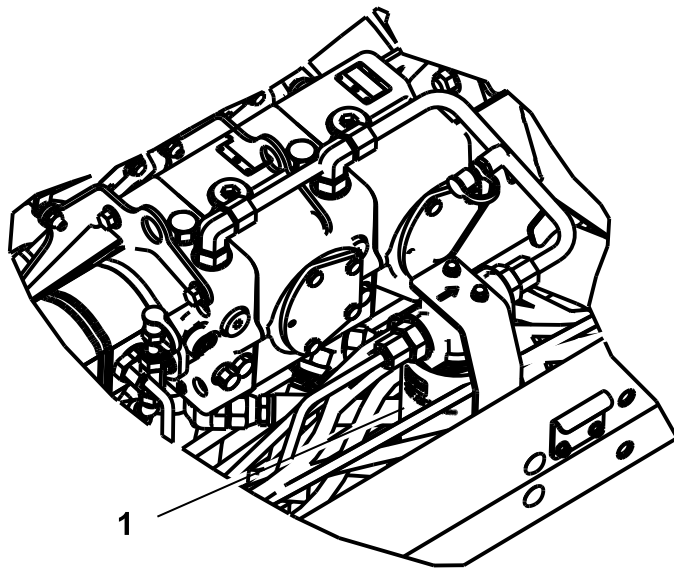

Figure 74
2. Nettoyez la surface autour de la zone de montage du filtre et placez un bac de vidange sous le filtre (Figure 74).